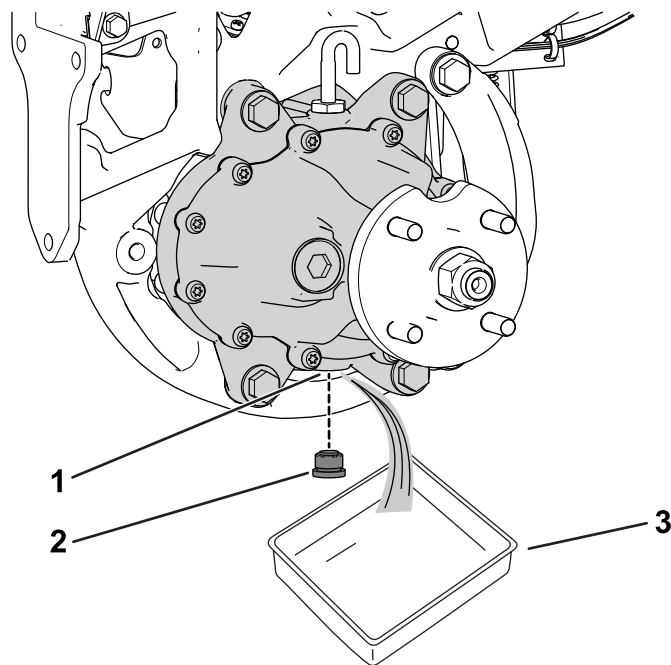

**Figure 57**
- A. Desserrez et retirez les écrous de roue (Figure 57).
- B. Installez les écrous de roue (Figure 57).